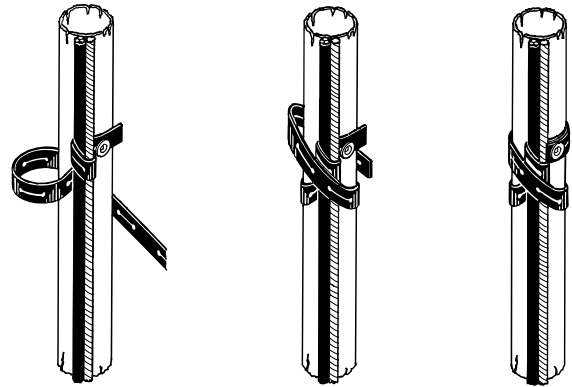

Рис. 22 Установка креплений кабеля
3. Расположите трос вдоль погружного провода, как показано на рис. 22.